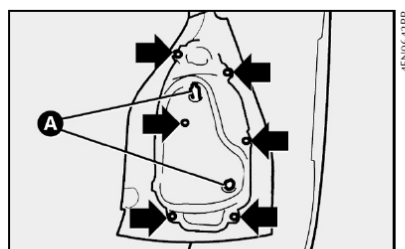

fig. 24
1) por dentro do porta-malas, levantar a abertura no carpete e soltar as porcas **A**-fig. 24;
3) retirar o conjunto de lâmpada removendo os parafusos indicados pelas setas **fig. 24**;